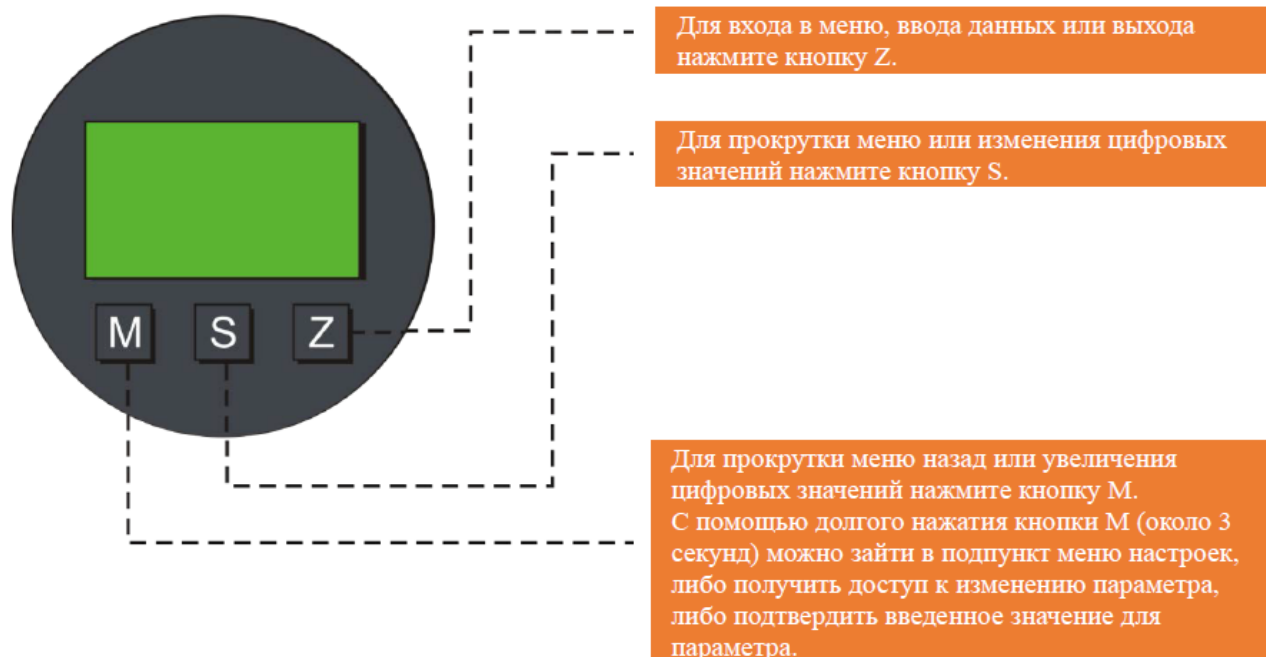

Рисунок 16 - Кнопки управления
5.2.1 Изменение настроек устройства осуществляется с помощью кнопок на передней панели (M, S и Z) – см. рисунок 16.